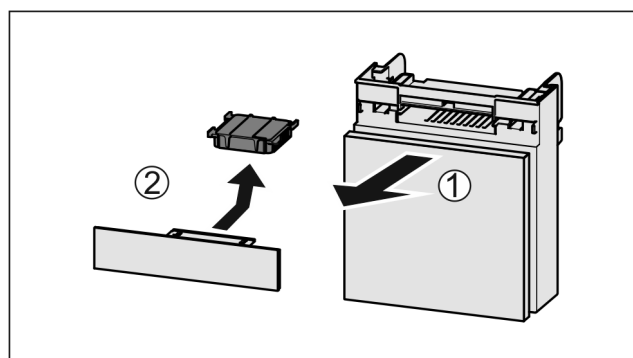

Fig. 98
- ▶ Wyciągnąć Fig. 98 (1) komorę do przodu.
- ▶ Wyjąć Fig. 98 (2) filtr z węglem aktywowanym.